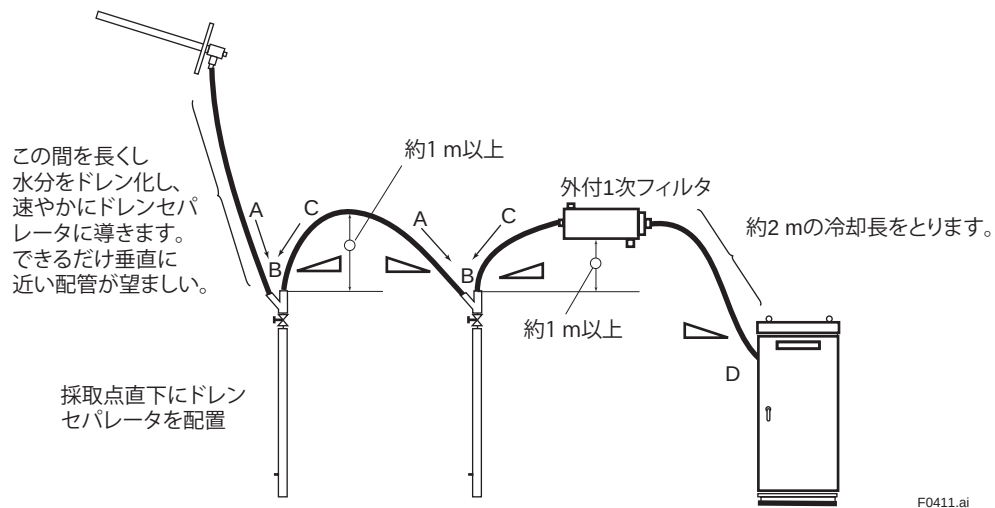

図4.9 サンプル配管の例
- ・ 耐食性と水切れの良い点に特長があり、パイプ内壁についた水滴の流れは良く、いわゆる水切れの良い材料です。その他の材料としてポリエチレンチューブ、ステンレスチューブが考えられますが、ポリエチレンチューブは屋内配管としては良いのですが、屋外には耐候性の点で不向きです。また、ステンレスチューブは、ドレンによる腐食の心配で、スチームトレースをする必要があります。途中からはテフロンチューブに切り換えて、早目にドレンを除去する配慮が必要です。テフロンチューブ内に露結したドレンは、外付ドレンセパレータ方向に流れるように注意して配管してください。「15°以上の勾配をつける」「途中で配管のたるみをつけないように」といわれているのはこのためです。図4.9にその例を示しますが、C点以後煙道ガス濃度計の入口D点まではドレンが管内壁につかないようにすることが肝要で、そのおそれがある場合にはA～C間の配管は長くする必要があります。